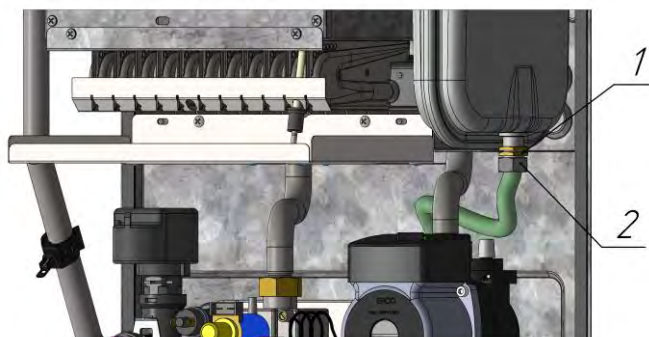
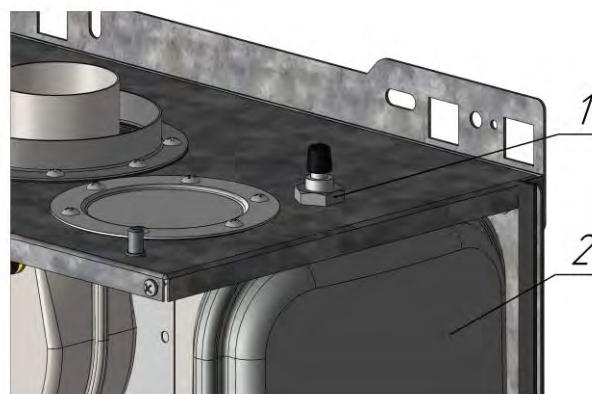

Рис. 18 Демонтаж трубы расширительного бака
Рис. 19 Демонтаж расширительного бака
- ключом на 22 отвернуть гайку (2), см. рисунок 18;
- ключом на 22 отвернуть гайку (1);
- ключом на 22 отвернуть гайку (1), см. рисунок 19;
- вытащить бак (2), потянув его вниз и на себя.